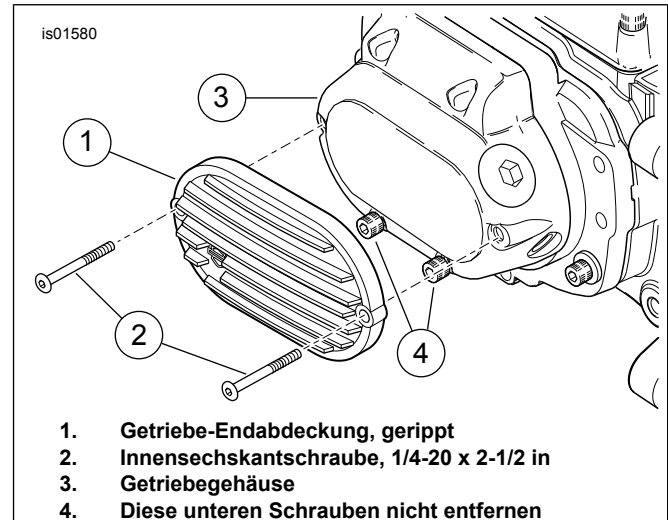

Abbildung 1. Einbau der Getriebe-Endabdeckung
1. Siehe Abbildung 1. Die beiden 57 mm (2-1/4 in) langen Innensechskantschrauben seitlich aus der Seitenabdeckung herausdrehen; siehe Abbildung. Die Schrauben entsorgen.
3. Loctite 243 (blau) auf die Gewinde der beiden längeren Schrauben (2) aus dem Teilesatz auftragen.
4. Die Getriebe-Endabdeckung (1) mit den neuen, längeren Schrauben (2) auf der Seitenabdeckung befestigen. Die Schrauben auf ein Drehmoment von 9,5–12 N·m (84–108 in-lbs) anziehen.